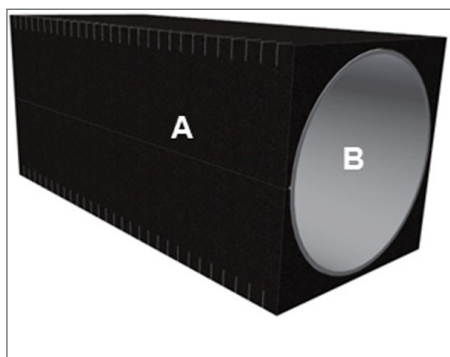
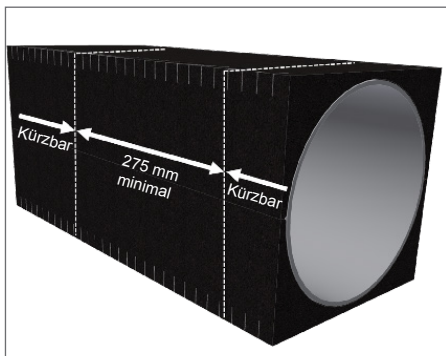

Abb.1 - EPP-Gehäuse mit PVC-Kernrohr
Abb.2 - Einkürzbare Bereiche
Das Wandeinbaurohr quadratisch besteht aus dem EPP-Gehäuse (A) mit innenliegend fixiertem PVC-Kernrohr (B) und zwei Verschlussstopfen (Abb.1). Es dient zur Aufnahme des Lüftungsgerätes ComfoAir 70. Für die Montage ist in der Außenwand eine quadratische Wandöffnung von mindestens 280 mm vorzusehen. Die finale Wanddicke muss im Bereich von min. 275 mm bis max. 600 mm liegen (Abb.2).